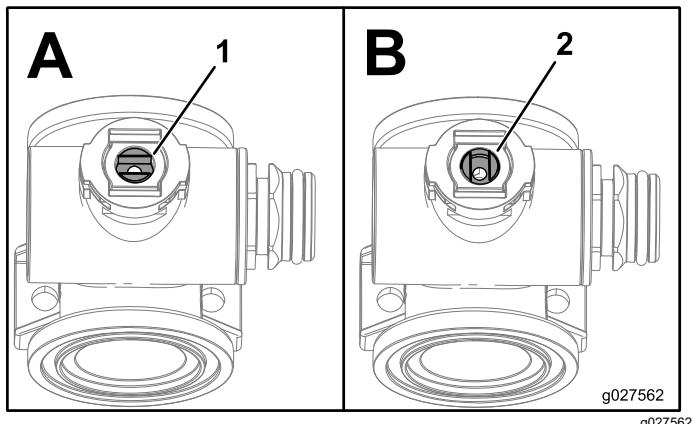

Рисунок 128
1. Расположите шток клапана таким образом, чтобы он был в закрытом положении (Рисунок 128 В).
- 3. Поверните шток клапана таким образом, чтобы шарик был в открытом положении (Рисунок 128А).
7. Поверните шток клапана в сборе таким образом, чтобы клапан был закрыт (Рисунок 128В).